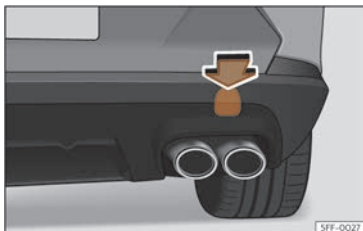

Fig. 211 Du côté droit du pare-chocs arrière : retirer le cache.
Le logement de l'œillet de remorquage à visser se trouve sur la partie droite du pare-chocs arrière, derrière un cache >>> **fig. 211**.
- Appuyez sur la partie supérieure du cache >>> **fig. 211** afin de le dégager.